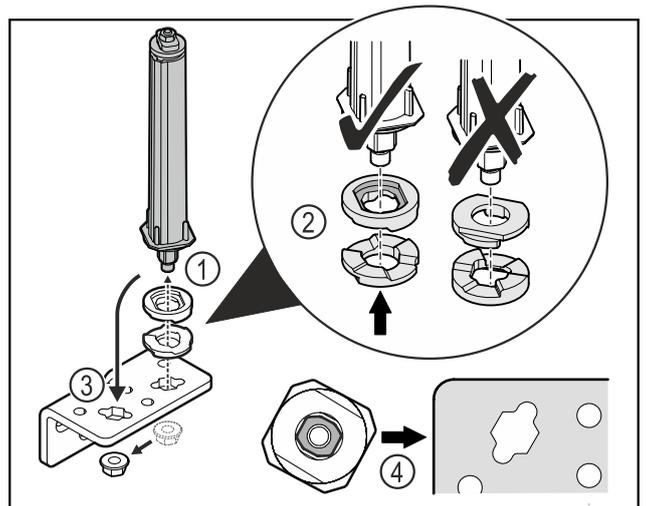

Fig. 50
- Mutter lösen und Türschließsystem entfernen Fig. 50 (1).
- Auf die korrekte Ausrichtung der Höhenverstelleisen achten Fig. 50 (2).
- Türschließsystem im Scharnierwinkel umsetzen und mit der Mutter fixieren Fig. 50 (3).
- Beim Einsetzen auf die korrekte Ausrichtung des Türschließsystems achten Fig. 50 (4).